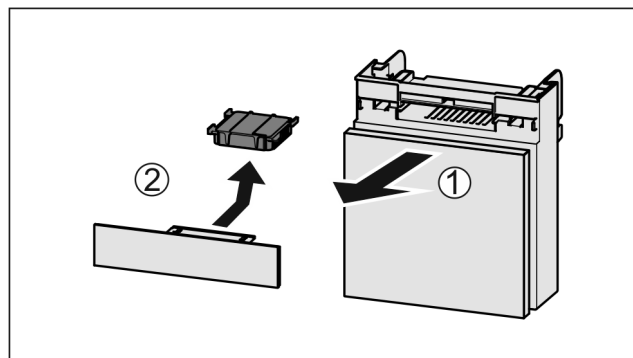

Fig. 73
- Estrarre il vano tirando in avanti Fig. 73 (1).
- Rimuovere il filtro a carboni attivi Fig. 73 (2).